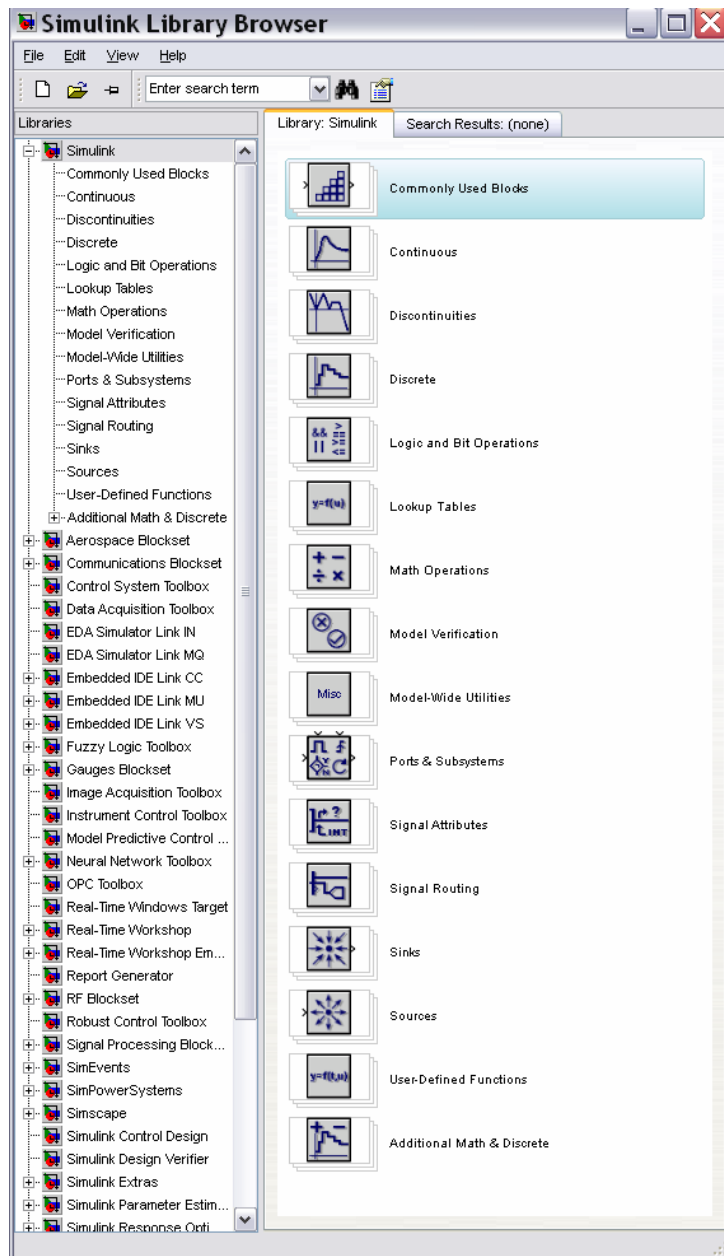
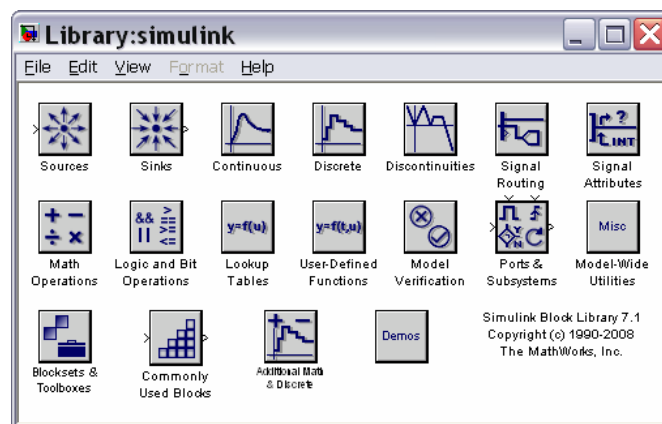

Рис. 3.2. Вікно браузера бібліотеки Simulink
Рис. 3.3. Вікно Library: simulink
- 2) виклику браузера бібліотеки SimuLink шляхом натиснення відповідної піктограми у лінійці інструментів командного вікна; виникне вікно **Simulink Library Browser** (рис. 3.2), яке містить перелік основних поділів бібліотеки SimuLink; більш зручним є користування вікном **Library: simulink** (рис. 3.3), яке викликається за допомогою контекстного меню. В ньому представлені графічні позначення поділів бібліотеки